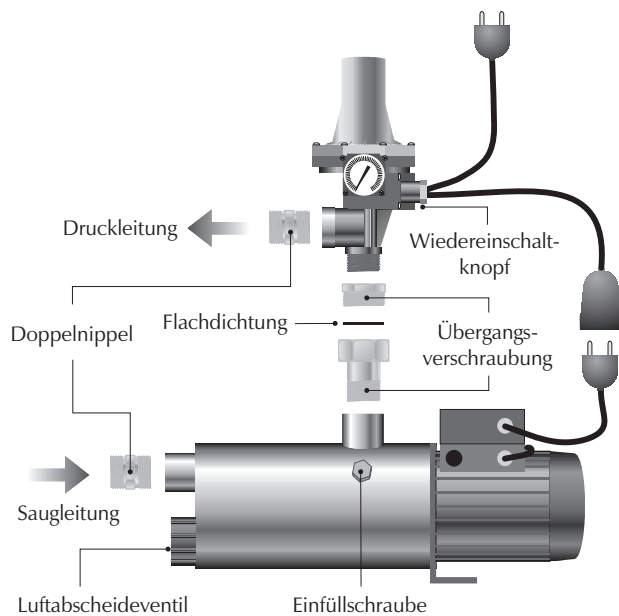

Bild 2 Montage des Hauswasserwerks
Das Gegenstück, die Übergangverschraubung mit der Überwurfmutter wird in den Druckstutzen der Pumpe eingeschraubt. Der zweite Doppelnippel wird in den Saugstutzen der Pumpe eingeschraubt (s. Bild 2).
Der Stecker des Pumpenkabels wird in die Kupplung der Druckregelautomatik eingesteckt. Der Stecker der Druckregelautomatik kommt in die Steckdose (s. Bild 2).
- Die Pumpe läuft jetzt an und fördert Wasser. Lassen Sie die Pumpe einige Minuten laufen damit die Luftreste aus der Pumpe und der Leitung entfernt werden. Bleibt die Pumpe zwischenzeitlich stehen, drücken Sie auf den roten Wiedereinschaltknopf an der Druckregelautomatik (s. Bild 2). Drücken Sie diesen Knopf so lange, bis die Pumpe beim loslassen des Knopfs weiterläuft.